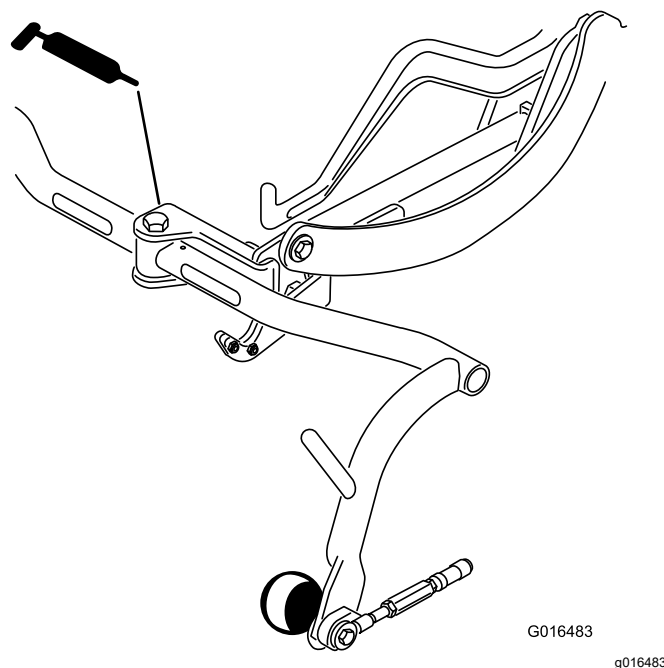

Figura 29
- Articulação da estrutura de suporte (3) (Figura 29)